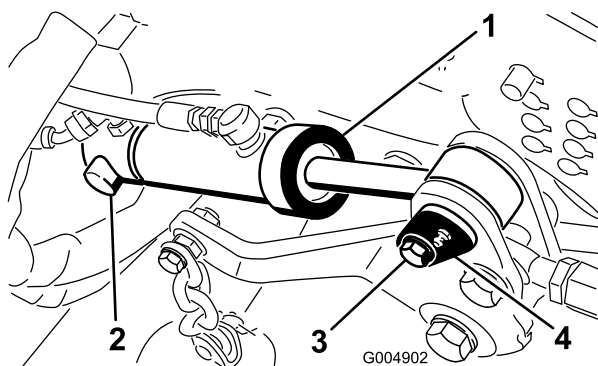

図 97
9. デッキの昇降シリンダをピボットピンに固定しているリテーナリングを外す 図 97。
10. シリンダの前ピボットピンをデッキのフレームに固定しているねじ取り外す 図 97。
12. 前ピボットピンを抜いて、後ピンからシリンダを抜き取り 図 97。